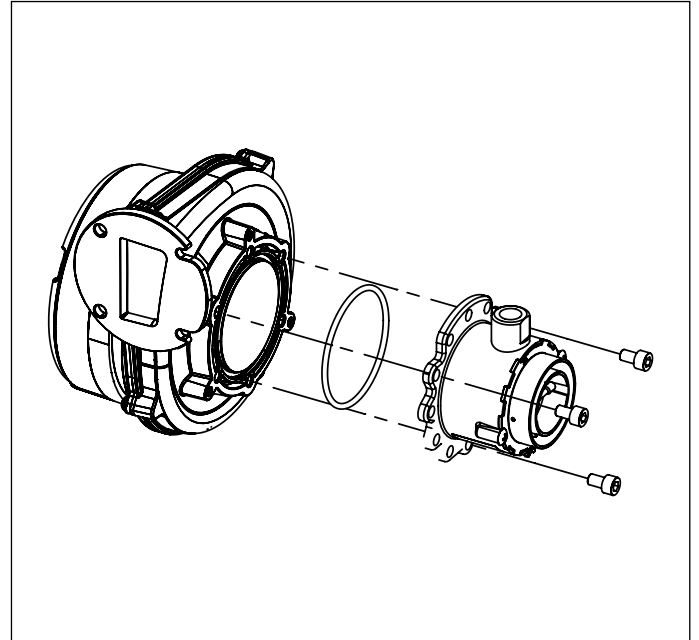

Fig. 36 Miscelatore
- Rimuovere il miscelatore svitando le tre viti a brugola (vedi Fig. 36 Miscelatore).